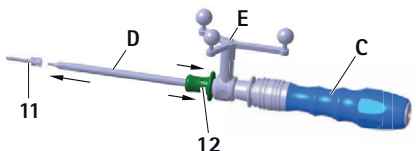

Abb. 9 Aufnahme der S⁴C-Schraube mit S⁴C-Schraubendreher
- ▶ Haltehülse **12** am S⁴C-Schraubendreher **D** zurückziehen und halten, siehe Abb. 9.